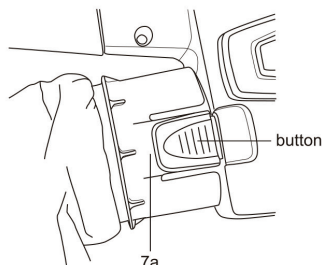

Fig. 4
Alinee el conector (7a) con la boquilla de salida (6) y encájelo hasta que quede firme. Para retirarlo, presione los botones de ambos lados y tire hacia afuera. (Ver Fig. 4)